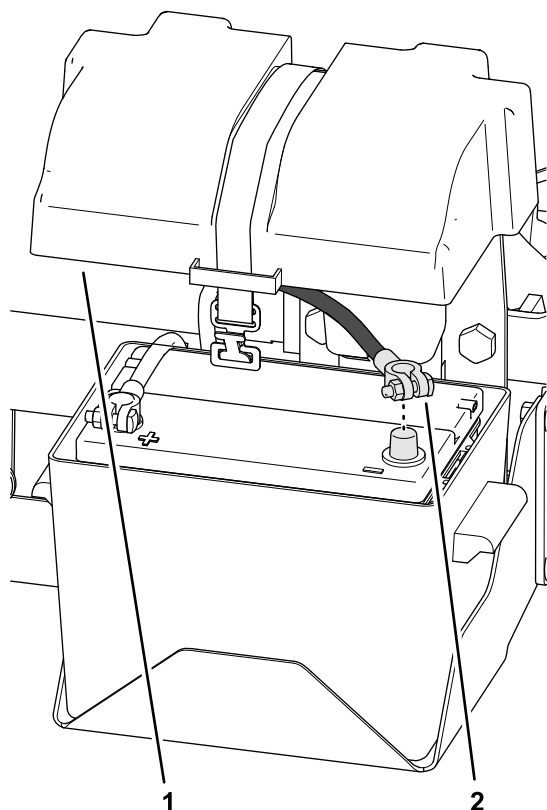

Figura 138
- Conecte el cable negativo de la batería al borne de la batería (Figura 138).
2. Monte la tapa en la caja de la batería y sujete la tapa con la correa (Figura 138).